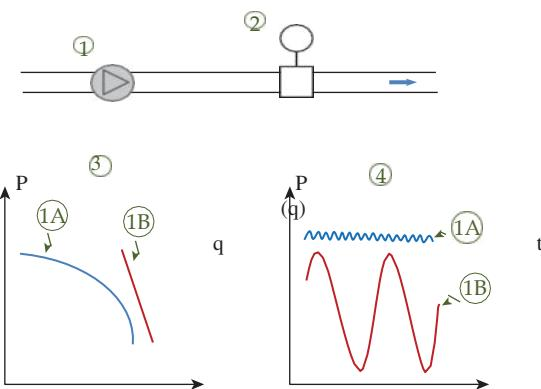

Рисунок 1.10
На рис. 1.10 насос (1) направляет жидкость на расходомер (2), установленный ниже по потоку. Проиллюстрирована связь между давлением и расходом для двух широко используемых принципов работы насоса. Синяя линия (1A) показывает отношение в центробежном насосе, и красная линия (1B) показывает отношение в объемном (положительном размещении) насосе. На первом графике (3) видно соотношение между давлением и расходом ( $q$ ), а на втором графике (4) – давление и время ( $t$ ). С центробежным насосом, как правило, наблюдается небольшое, но высокочастотное изменение давления в трубопроводе. С объемным насосом, гораздо медленнее и более большое изменение давления. Частота и амплитуда зависят от типа используемого насоса. Однако обе версии насоса могут нарушить измерительное оборудование установленное по потоку. После объемного насоса, часто необходимо использовать специально конструированный измеритель прокачки для того чтобы дать стабилизированное и правильное чтение.